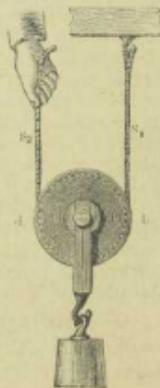

Fig. 4.
10. Die bewegliche Rolle. (Fig. 4.) Von der „festen“ Rolle unterscheiden wir die „lose“ oder „bewegliche“. Der Hauptunterschied zwischen beiden besteht vor allem darin, daß die Sähere der losen Rolle nicht, wie bei der festen Rolle, an einem Gegenstande befestigt ist. Um die bewegliche Rolle näher kennen zu lernen, befestigen wir das Ende einer Schnur (S₁) an einem Gestell (oder an einer Thürangel, einem Fensterriegel etc.), leiten die Schnur um eine Rolle, deren Sähere abwärts hängt, und halten das andre Ende (S₂) der Schnur mit der Hand fest. Zudem wir die Hand auf und ab bewegen, dreht sich die Rolle um ihre Achse und macht dabei eine fortschreitende Bewegung. Hängen wir nun an die Sähere der Rolle ein schweres Gewicht und ziehen dasselbe mittels des unbefestigten Schnurendes in die Höhe, so werden wir bald bemerken, daß sich das Gewichtstück auf diese Weise viel leichter heben läßt, als wenn wir es ohne Rolle zu heben versuchen.